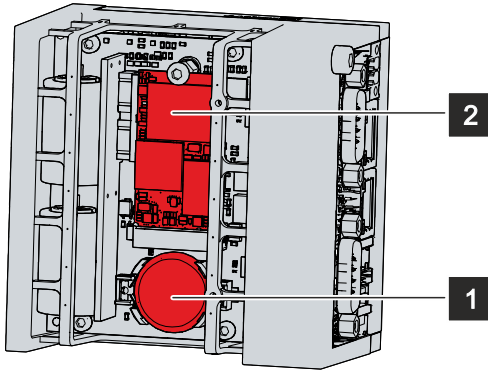

Abb. 29: Batterie und Speichermedien
⇒ Die Batterie steht jetzt in einer schrägen Position (siehe Abb. 29).
5. Drücken Sie die hochstehende Seite der Batterie nach unten in den Batteriehalter (siehe Abb. 29).